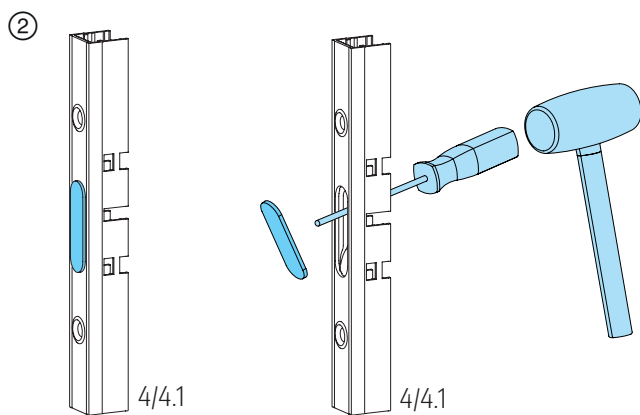

Abb. 15
② Die vorgestanzten Blehabdeckungen aus den Getrieben 4/4.1 herauslösen; **Abb. 15.**